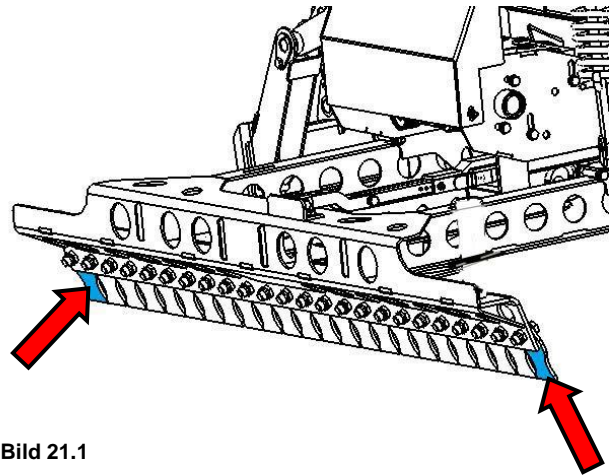

Bild 21.1
*Grund:* da oftmals die jeweils außen liegenden Feder-Stahllamellen (Bild 21.1) beim Greifvorgang an der Steinlage außen etwas überstehen und somit das Anlegen an eine bereits verlegte Steinlage eventuell erschweren.